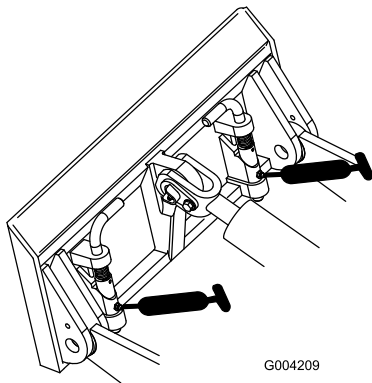

Figura 19
3. Conecte una pistola de engrasar a cada punto de engrase (Figura 18 y Figura 19).